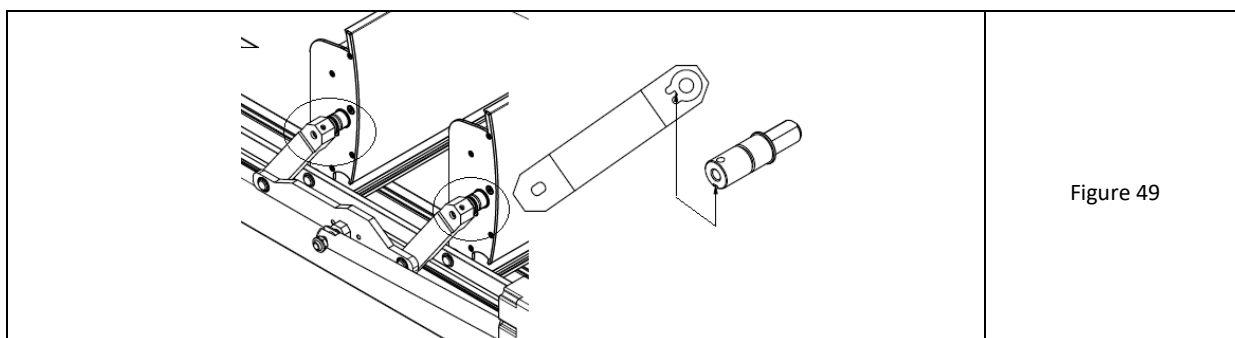

Figure 49
18. Pousser successivement les deux bras d'entraînement situés à l'intérieur de la poutre sur les axes d'entraînement de la lame insérés dans la poutre - en utilisant l'accès par la fenêtre intérieure au sommet de la lame d'entraînement (au niveau du moteur). S'assurer que les rainures et languettes des bras d'entraînement et de la tige de la lame sont alignées avec précision (Fig. 49).